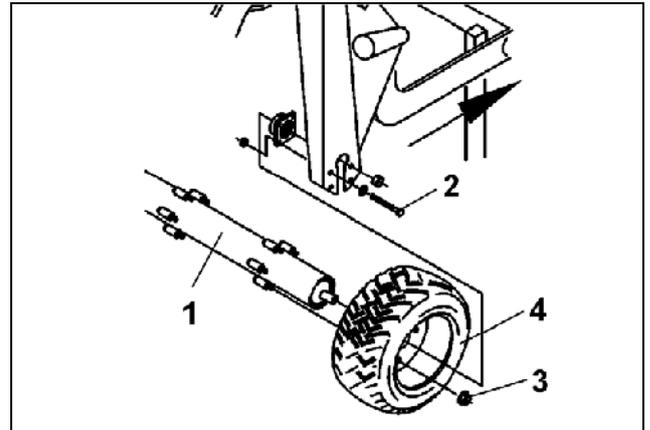

Fig. 122
- Bloquez le rouleau avec des cales pour l'immobiliser et dévissez le rouleau (Fig. 122/1). A cet effet enlevez les vis de fixation des deux côtés (Fig. 122/2)
- Enlevez les écrous six pans (Fig. 122/3) et extraire les pneumatiques (Fig. 122/4) du rouleau.